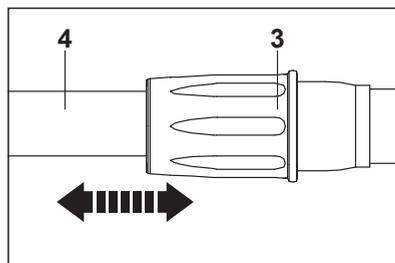

Fig. 21
- > Desserrez la bague de verrouillage [3] en la tournant dans le sens de la flèche ➡ et réglez le tube à la longueur souhaitée (fig. 21).